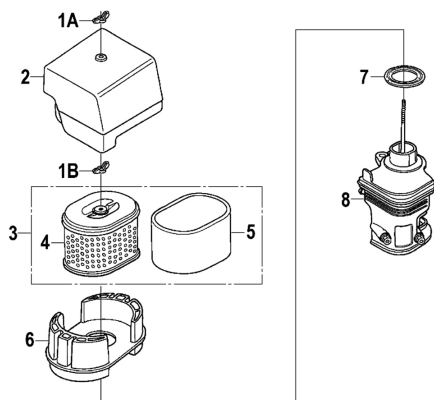

Рис. 23 Обслуживание воздушного фильтра
1. Открутите барашковую гайку 1А и снимите крышку 2 воздушного фильтра (Рис. 23).
2. Открутите барашковую гайку 1В и извлеките из корпуса воздушный фильтр 3 в сборе (Рис. 23).
3. Проверьте целостность и чистоту фильтрующих элементов. Поролоновый (предварительный) фильтрующий элемент 5 установлен на корпусе бумажного фильтрующего элемента 4 (Рис. 23).
4. При незначительном загрязнении промойте поролоновый фильтрующий элемент 5 (Рис. 23) теплым
6. Произведите очистку опоры 6, основания 8 и крышки 2 воздушного фильтра, не допуская попадания грязи в воздуховод, ведущий к карбюратору. (Рис. 23).
7. Перед установкой воздушного фильтра убедитесь, что уплотнительное кольцо 7 воздушного фильтра находится на месте и не имеет повреждения (Рис. 23).